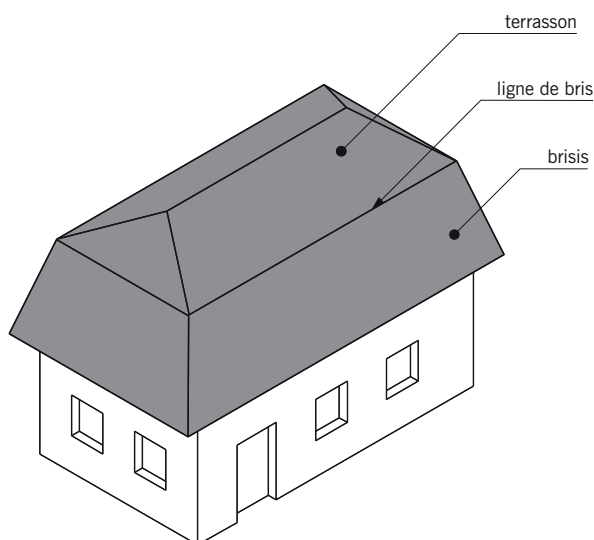

fig. 6.2
■ Le **comble à la Mansart** appelé aussi **comble mansardé** ou **comble brisé** : comble du nom de l'architecte François Mansart, dont chaque côté est composé de deux pans d'inclinaison différente (fig. 6.2) :